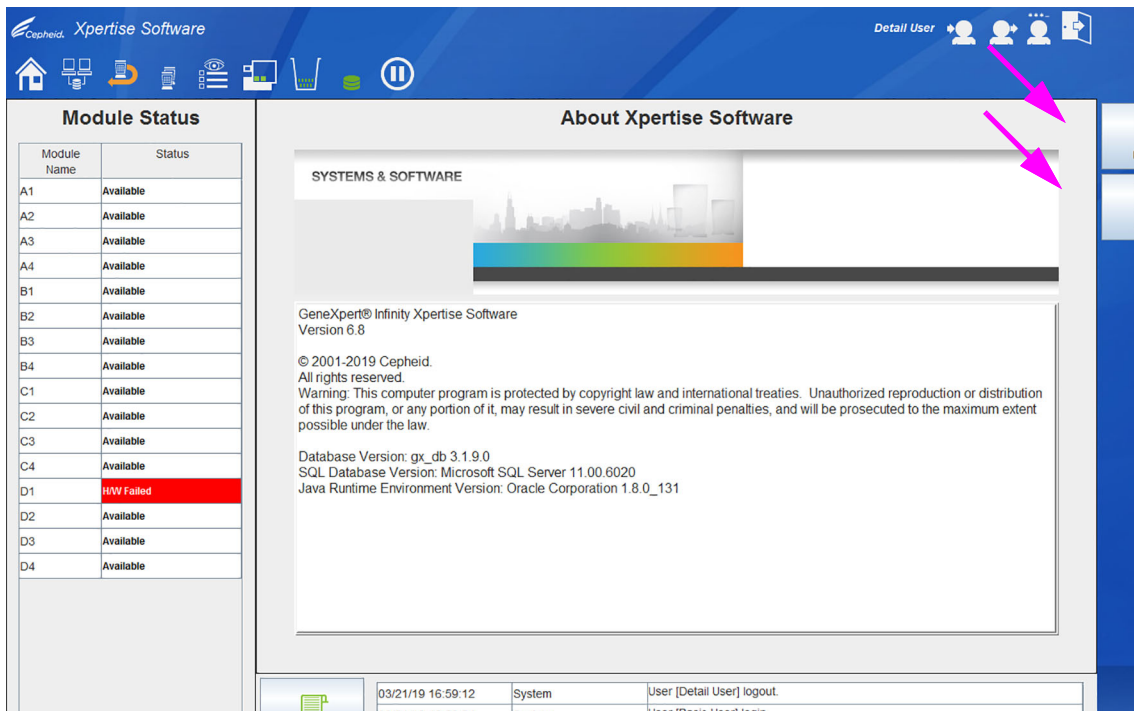
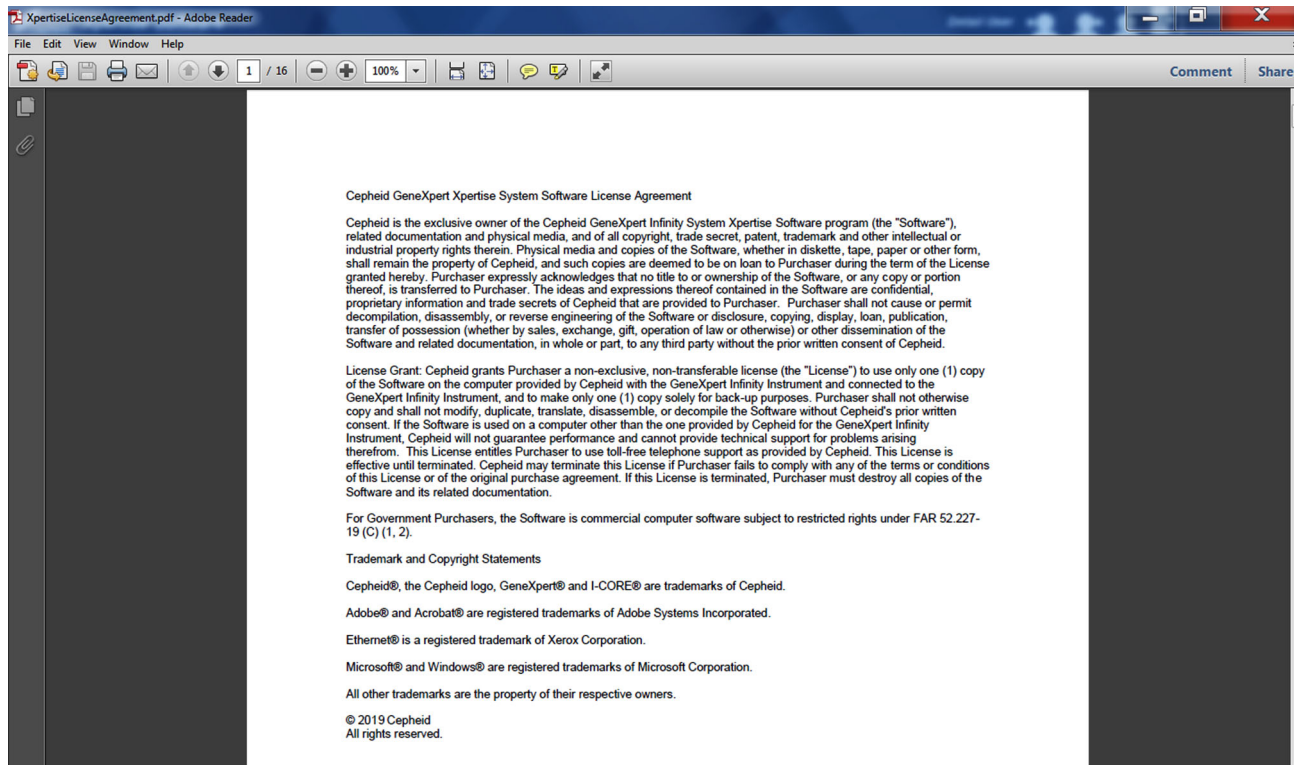

図 10-99. Xpertise Software のバージョン情報ワークスペース
図 10-100. Adobe Reader で表示の Xpertise Software 使用許諾契約
バージョン情報 (ABOUT) ボタン (図 10-97 を参照) は、Xpertise Software のバージョン情報 (About Xpertise Software) ワークスペースを開きます。図 10-99 を参照。
Xpertise Software 使用許諾契約を表示するには、**ライセンス (LICENSE)** ボタンを選択します (図 10-99 を参照)。ソフトウェア使用許諾契約は Adobe Reader で開きます。図 10-100 を参照。Adobe Reader で文書をスクロールして、ソフトウェア使用許諾契約書全文をお読みください。使用許諾契約書をお読みになった後は、Adobe Reader を閉じてください。
**閉じる (CLOSE)** ボタンを選択して、Xpertise Software のバージョン情報 (About Xpertise Software) ワークスペースを閉じます。図 10-99 を参照。